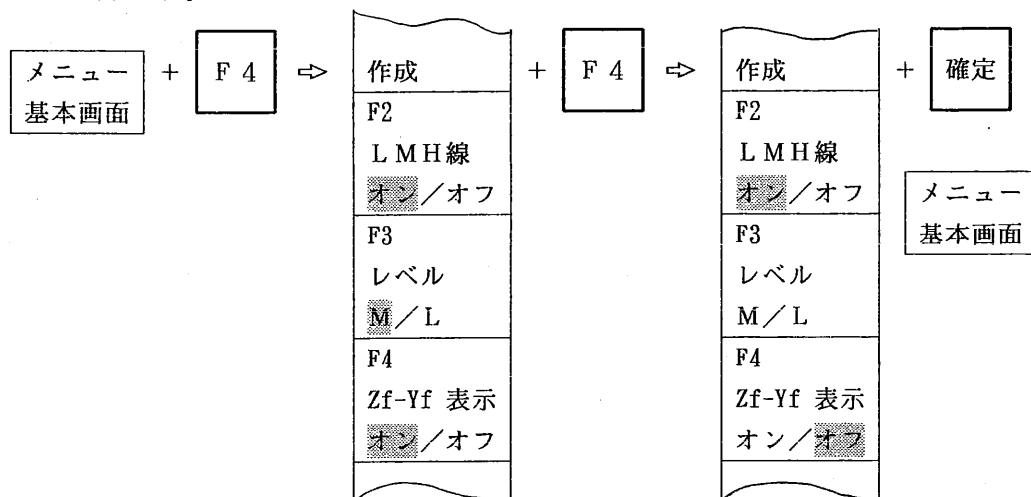

図 9.3.13 Zf-Yf表示のオフの手順
① 選択キー〔F 4〕を1回押すと図 9.3.13 の選択メニューが表示されます。このメニューの〔F 4〕の項を見ると、〔オン〕の部分にカーソルがあります。
② 〔オフ〕に切り替える場合には、選択キー〔F 4〕を1回押します。カーソルが〔オフ〕に移りますからそれを確認して確認キーを1回押します。